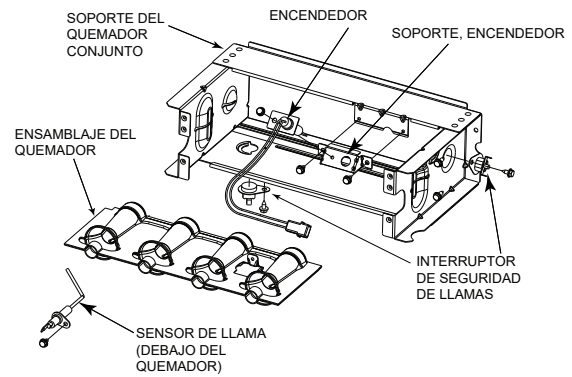
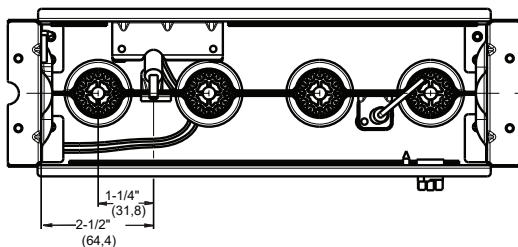
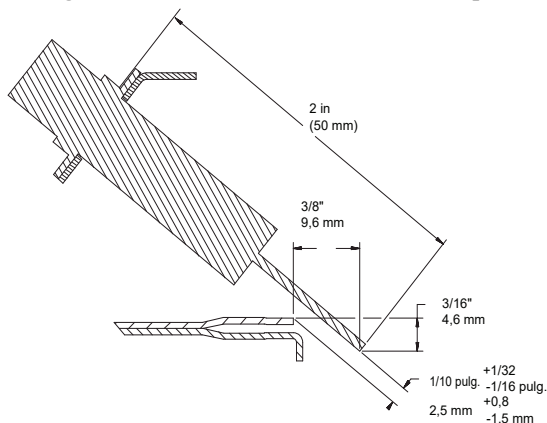

Fig. 69 – Conjunto del quemador
Fig. 70 – Posición del encendedor: vista superior
Fig. 71 – Posición del encendedor: vista lateral
Consulte la Fig. 69.
8. Verifique la alineación de la ignición. Vea Fig. 70, Fig. 71 y Fig. 69.
El encendedor **NO** necesita una inspección anual. Revise la resistencia antes de sacar la ignición. Consulte Fig. 70, Fig. 71 y Fig. 69.
- a. Con la ayuda de un destornillador de 1/4 in, quite los dos tornillos que sujetan el soporte de montaje del encendedor al conjunto del quemador; consulte la Fig. 69.
7. Vuelva a conectar el mazo de la ignición a la ignición y enderece los cables de ignición para asegurar que no se ejerza tensión sobre la ignición. Consulte la Fig. 69.